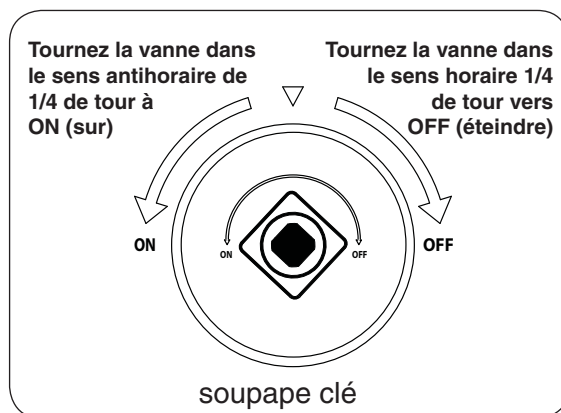

Fig. 40-2
4. **Une fois que le match est en feu et en position**, tournez la vanne clé sens anti-horaire d'un tour à la position **ON** (sur) 1/4 (voir Fig. 40-2). Votre brûleur devrait s'allumer.
Pour éteindre votre brûleur à gaz, tournez la soupape clé vers la droite d'une tour à la position **OFF** (éteindre) 1/4 (voir Fig. 40-2). Assurez-vous que la vanne clé est tournée entièrement au large pour éviter toute fuite de gaz.